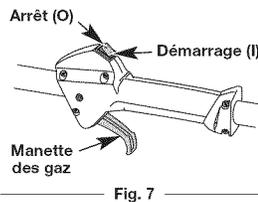

Fig. 7
REMARQUE : Il n'est pas nécessaire de faire démarrer la machine. La commande démarrage et arrêt est en position démarrage (I) en permanence (Fig. 7).
2. Appuyez sur la commande Marche/Arrêt Stop et maintenez-la en position ARRÊT (O) jusqu'à ce que le moteur s'arrête complètement (Fig. 7).